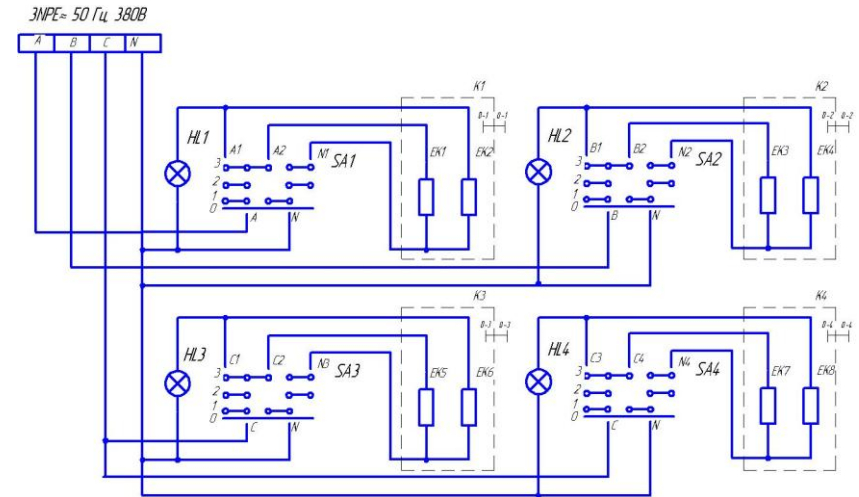
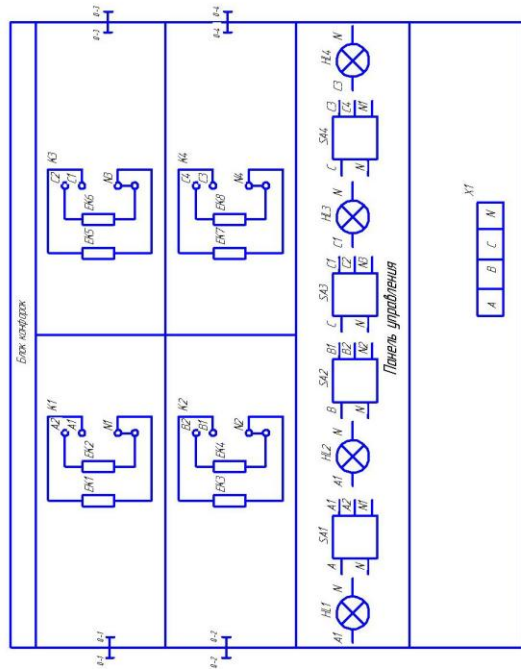

Рисунок 2
Рисунок 3 – Схема электрической соединений
4.6 Схему электрическую принципиальную смотри рисунок 2, схему электрическую соединений – рисунок 3.